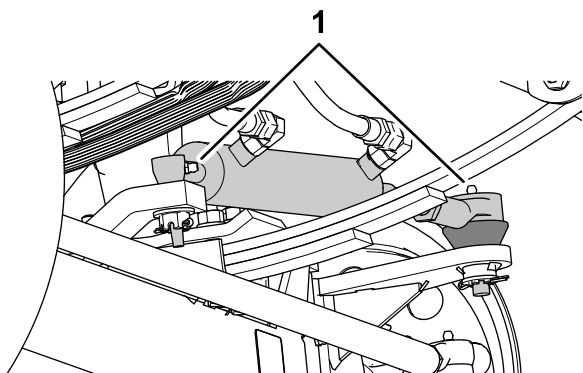
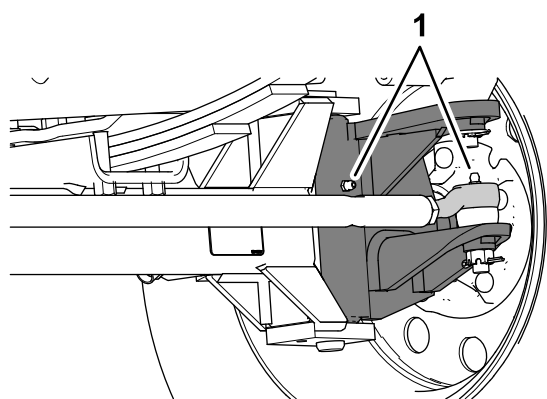

Figura 62
Figura 63
1. Pulite con un panno i raccordi di ingrassaggio (Figura 62 e Figura 63).
2. Pompate del grasso nel raccordo di ingrassaggio (Figura 62 e Figura 63).
Nota: La posizione dei raccordi di ingrassaggio è illustrata nella Figura 62.